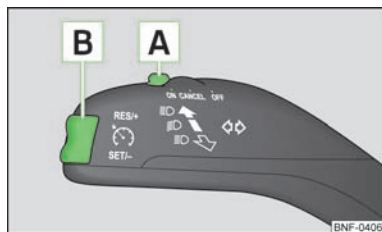

Fig. 66
- > Premere l'interruttore **A** » fig. 66 in posizione **ON**.
- > Premere il tasto basculante **B** in » fig. 66 posizione **RES**.
- > La velocità memorizzata potrà essere ridotta premendo il tasto basculante **B** in » fig. 66 posizione **SET**.
L'impianto di regolazione velocità sarà **temporaneamente disattivato**, premendo l'interruttore **A** » fig. 66 nella posizione molleggiata **CANCEL** o tenendo premuto il pedale del freno o della frizione.
» Premere l'interruttore **A** » fig. 66 in posizione **OFF**.